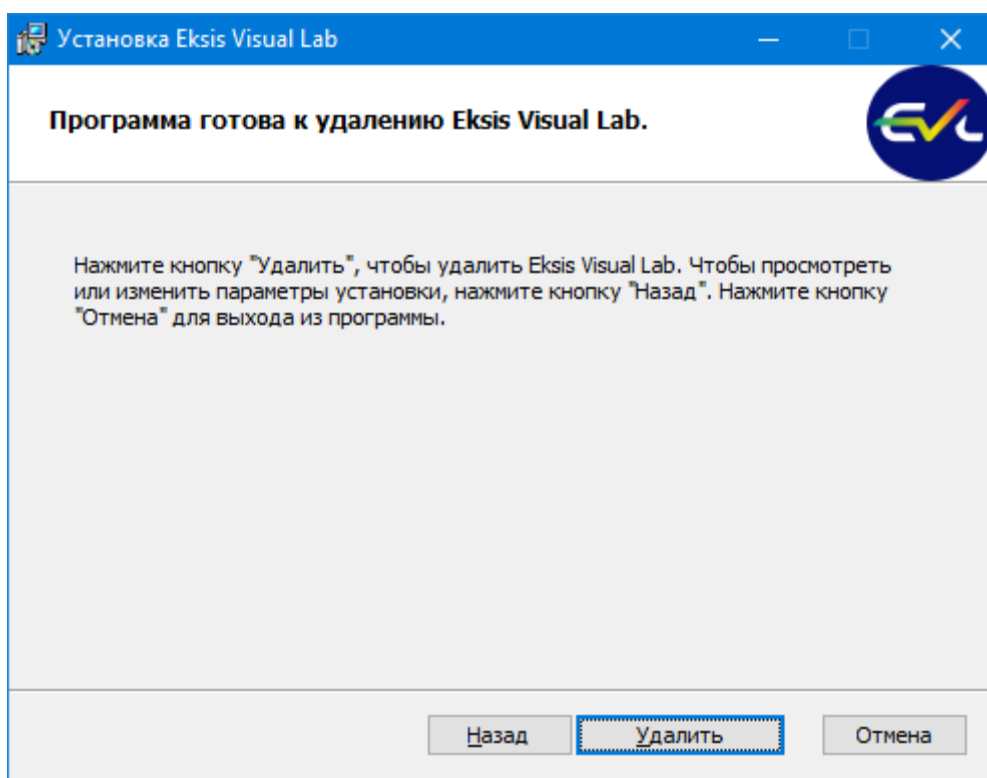

Рис. 2.11. Подтверждение удаления программы
4. Подтверждение указанных настроек (рис. 2.11). Нажатие кнопки «Удалить» выполняет непосредственное удаление программы с компьютера.